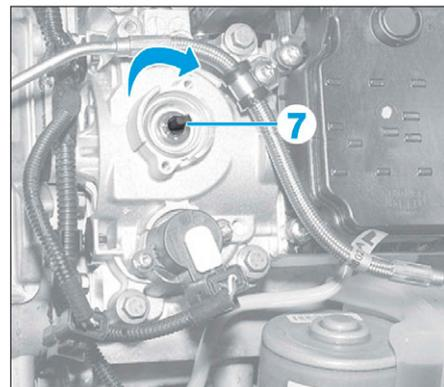

FIG. 20
- Tourner le doigt d'armement (7) jusqu'en butée dans le sens horaire (Fig.20).